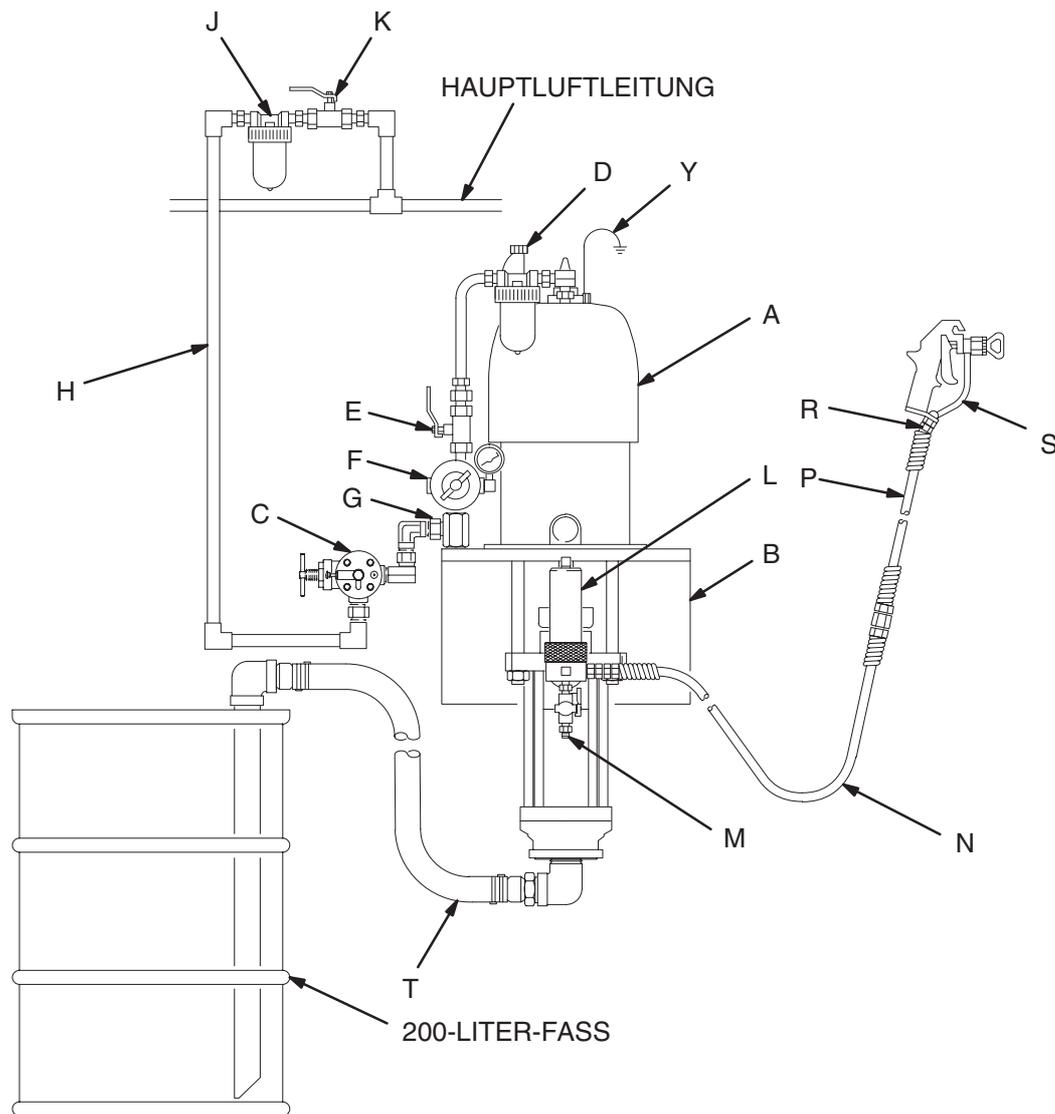

Abb. 3
Abb. 3 stellt nur eine Hilfe für die Auswahl und den Einbau von Systemkomponenten und Zubehörteilen dar. Ihr Graco-Händler hilft Ihnen gerne bei der Zusammenstellung eines Systems, das Ihren jeweiligen Anforderungen entspricht.
Die Montage der Pumpe (A) muss der geplanten Installation des Systems entsprechen. Abb. 3 zeigt ein System, das auf einem Fahrgestell montiert ist. Für Pumpenabmessungen und Montagebohrungen siehe Seite 38 und 39.
Die nachfolgenden Zubehörteile so installieren, wie dies in der Abb. 3 gezeigt wird. Falls nötig, Adapter verwenden.
Die folgenden Zubehörteile an den in Abb. 3 gezeigten Stellen installieren und bei Bedarf Adapter verwenden:
- **Einen Materialfilter (L)** mit einem 60 Mesh (250 Mikron) Element aus Edelstahl zum Filtern von Partikeln aus dem Material, wenn dieses aus der Pumpe austritt. Der Filter enthält einen **Druckentlastungshahn (M)**, der im System zum Entlasten des Drucks in Schlauch und Pistole benötigt wird (siehe **WARNUNG** links).
- **Eine Pistole oder ein Dosierventil (S)** zum Verteilen des Materials. Die in Abb. 3 gezeigte Pistole ist eine Airless-Spritzpistole für Materialien mit leichter bis mittlerer Viskosität.
- **Ein Pistolendrehgelenk (R)** gibt der Pistole mehr Bewegungsfreiheit.
- **Ein Ansaugsatz (T)** ermöglicht es der Pumpe, Material aus einem 200-Liter-Faß anzusaugen.
- **Eine Pistole oder ein Dosierventil (S)** zum Auftragen bzw. Ausstoßen des Materials. Die in Abb. 3 gezeigte Pistole ist eine Airless-Spritzpistole für Materialien mit leichter bis mittlerer Viskosität.